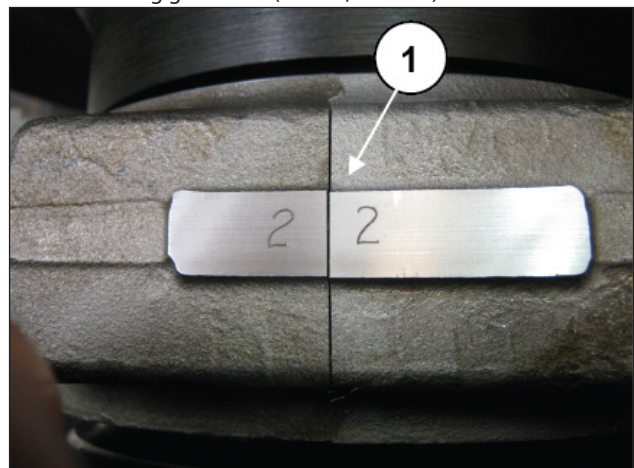

Abb. 77
Trennen Sie Pleueldeckel und Pleuelhälften; die vorschriftsmäßige Paarung wird durch die seitliche Nummerierung garantiert (Pos. ①, Abb. 77).